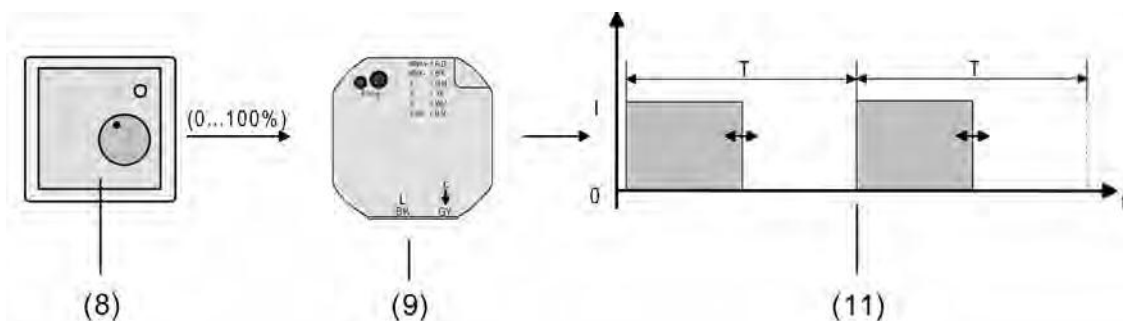

Bild 15: Stellgrößenprinzip bei stetiger Stellgröße
- (8) Raumtemperaturregler (RTR) (Stellgröße "1 Bit")
- (9) Heizungsaktor
- (10) Schaltendes Ausgangssignal für Ventilantriebe
Das über das 1 Byte Objekt "Stellgröße" empfangene Werttelegramm wird im Normalbetrieb durch das Gerät in ein äquivalentes pulsweitenmoduliertes Schaltsignal an den Ventilausgängen umgesetzt (Bild 15). Der aus dieser Modulation resultierende Mittelwert des Ausgangssignals ist unter Berücksichtigung der im Gerät einstellbaren Zykluszeit (T) ein Maß für die gemittelte Ventilstellung des Stellventils und somit eine Referenz für die eingestellte Raumtemperatur (siehe "Pulsweitenmodulation bei stetigen Stellgrößen und stetigen Soll-Ventilpositionen").